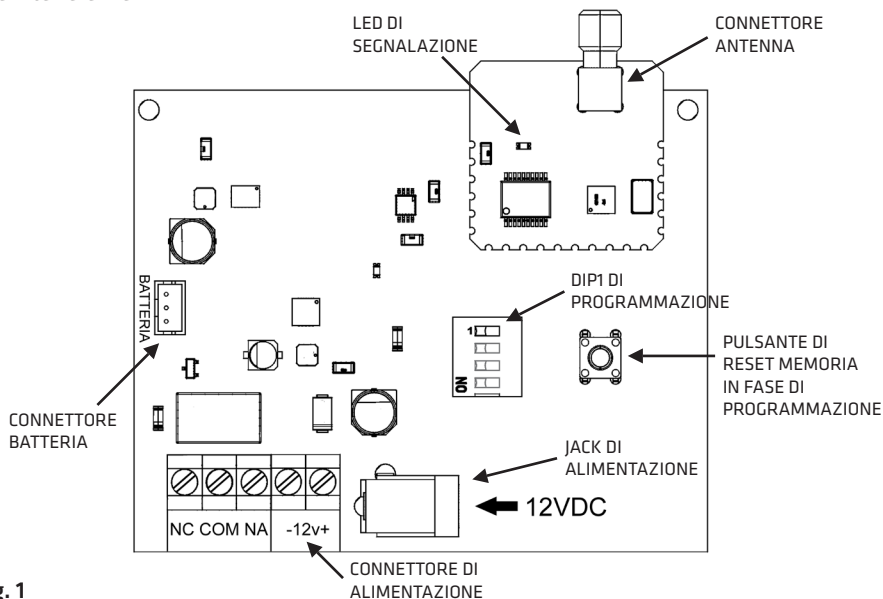

Fig. 1
1. Spostare il DIP1 in posizione ON per accedere alla programmazione sul ripetitore (vedi Fig.1); l'accesso alla programmazione del ripetitore è segnalata dal LED sullo stesso che emette dei brevi lampeggi;
Nel caso si debbano aggiungere successivamente degli ulteriori sensori/radiocomandi, ripetere la procedura sopra riportata. Per rimuovere un sensore/radiocomando dalla memoria del ripetitore, occorre cancellare l'intera memoria e, quindi, riprogrammare i dispositivi che devono rimanere memorizzati. Per cancellare tutta la memoria con i codici dei sensori/radiocomandi memorizzati, quando il ripetitore è in modalità di programmazione, è necessario premere e tenere premuto il PULSANTE DI RESET MEMORIA (vedi Fig.1), fino a che il LED non si accende fisso e rilasciare lo stesso solo dopo che questo comincia a lampeggiare.
Inserire l'antenna in dotazione avvitandola sul relativo connettore (vedi Fig.1).
Collegare il ripetitore a una sorgente di alimentazione con tensione continua di **12Vcc** ai morsetti **+12** e **GND** oppure al connettore jack di alimentazione predisposto (vedi Fig.1).
3. innestare il cavetto della batteria nell'apposito connettore sulla scheda del dispositivo (Fig.1);